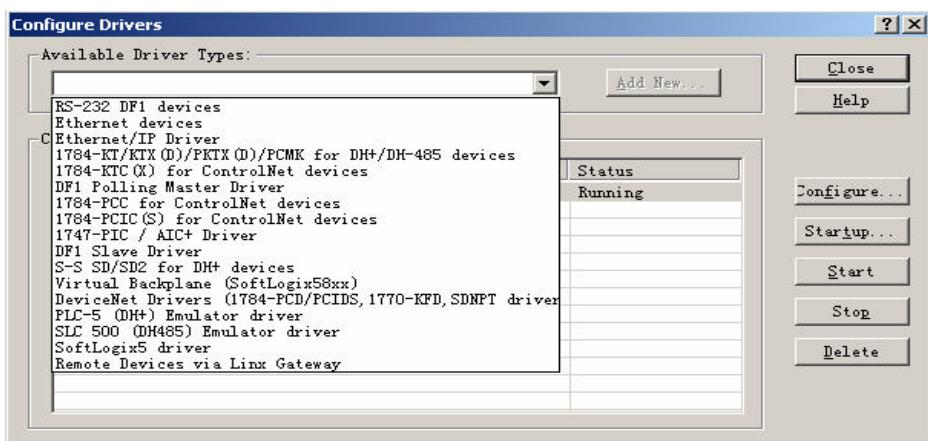

图 3-12 选择驱动组态类型
4. 弹出标题为Configure Driver Types的窗口。单击Available Driver Types对话框中的下拉箭头，选择Ethernet devices，如图3-12所示。这些驱动是Allen-Bradley公司的产品在各种网络上的通讯卡的驱动程序，这些通讯卡的驱动程序保证了用户对网络的灵活选择和使用。可以根据设备的实际情况来选择适当的驱动程序，注意要和你使用的硬件类型相匹配。